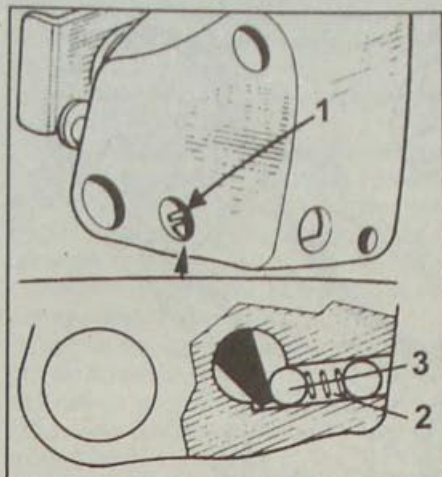

Рис. 2.12. Стопор натяжного устройства цепи:
• Запрещается снимать стопор 1 (рис. 2.12) натяжителя цепи. Положение этого стопора (активное или пассивное) определяется действием пружины (2), которая заталкивает шарик (3) в канал стопорения.